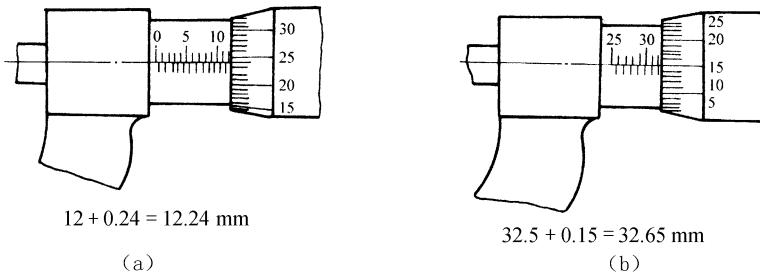

图 3-27 外径千分尺的读数方法
- ① 读出微分筒左侧固定套筒上露出刻线的整毫米及半毫米数值。为了使刻线间距清晰，易于读出，固定套筒上的1 mm刻线与0.5 mm刻线分别在基准线两侧，识读时应注意不要错读或漏读0.5 mm。
- ② 找出微分筒上哪一格刻线与固定套筒基准线对齐，读出尺寸不足0.5 mm的小数部分。
- ③ 将两部分读数相加，即为测得的实际尺寸，如图3-27所示。